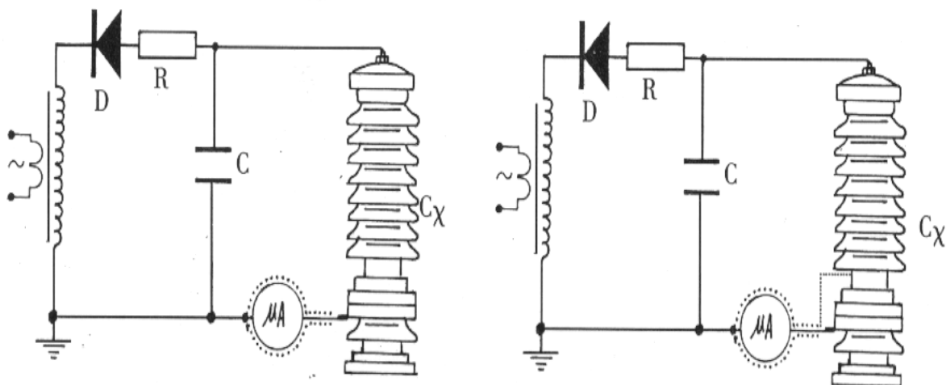

图 7 微安表接入试品 CX 底部的接线图 图 8 排除试品 CX 表面影响接线图
6.4.3 对氧化锌、磁吹避雷器等试品接地端可拆开的情况下，也可采用在试品的底部(地电位侧)串入电流表进行测量的方式，如图 7 所示。当要排除试品表面泄漏电流的影响，可用软的裸铜线在试品地电位端绕上几圈并与屏蔽线的屏蔽层相连接，如图 8 所示。